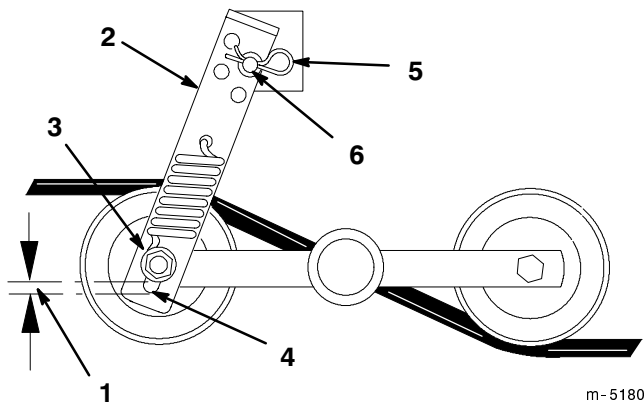

Bild 30
3. Messen Sie den Abstand zwischen der Unterseite des Distanzstücks an der Befestigungsschraube der Spannscheibe und der Unterseite des Schlitzes im Spannscheiben-Einstellglied. Der Abstand darf höchstens 6 mm betragen (Bild 30).
4. Entfernen Sie zum Einstellen den Splint und die Scheibe vom Befestigungsstift (Bild 30).
5. Schieben Sie den Spannbügel vom Montagestift herunter. Führen Sie die Einstellung durch und wählen ein neues Loch, bis die Unterseite des Distanzstücks 6 mm von der Unterseite des Schlitzes entfernt ist (Bild 30).
6. Sichern Sie den Spannbügel mit einer Scheibe und einem Splint ab (Bild 30).
4. Entspannen Sie die Spannscheiben vor dem Entfernen der Riemen (Bild 30).
6. Messen Sie den Abstand zwischen dem Lastösenbolzen und den Hakenenden der Federn (Bild 30). Der Abstand darf höchstens 6 mm betragen.